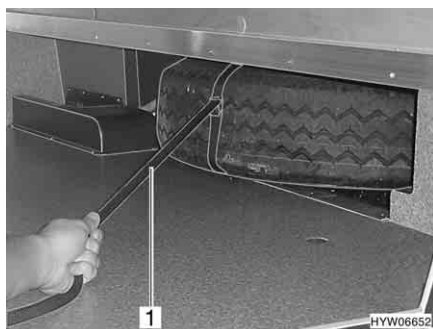

Fig. 269 Ruota di scorta nel doppio fondo
- Estrarre la ruota di scorta con la cinghia di arresto (Fig. 269,1).